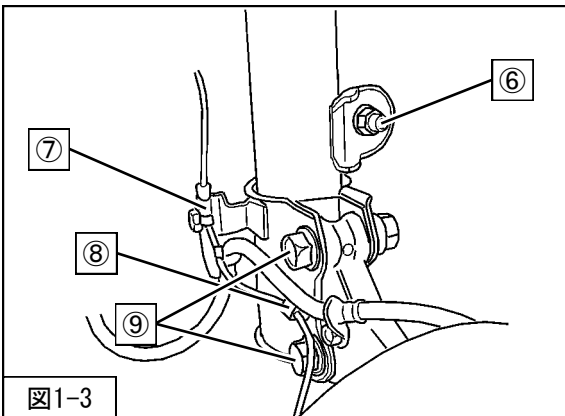

図1-3
を取外してください。(図1-3)
をゆるめてください。(図1-3)
11. ⑨フロントサスペンションASSYロア取付ボルト・ナットを取外してください。(図1-3)